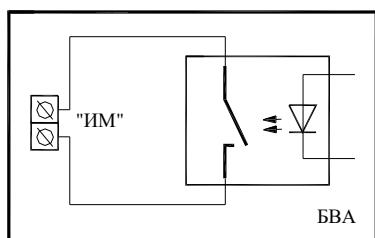

Рис.4.
3.1.3.1 Выход типа оптореле (рис. 4.) – дискретный выход типа «сухой» контакт, имеет гальваническую развязку со схемой прибора и применяется для управления реле, тиристорными и семисторными ключами и т.д.